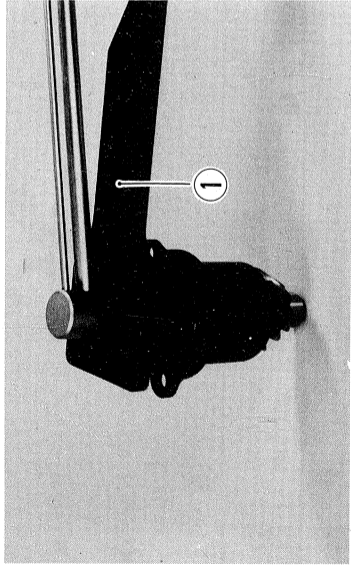

Abb. 8-21
- Den anderen inneren Lagerlauftring, die Zwischenlagscheibe und die Endtriebskegelradmutter einsetzen und auf das vorgeschriebene Anzugsmoment anziehen, wobei das Spezialwerkzeug ① zu Hilfe genommen werden muß. (Abb. 8-21)